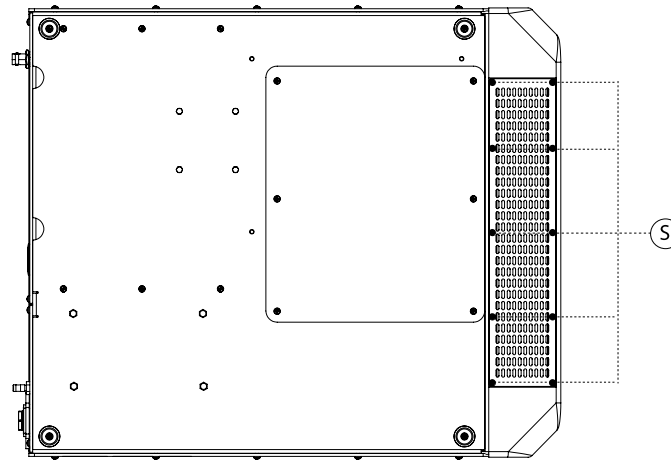

Figura 6: Tornillos del filtro de polvo
4. Retire el soporte del filtro de polvo desenroscando los tornillos S (figura 6). Repita esta acción para todos los filtros de polvo del Module.
7. Vuelva a colocar el filtro de polvo en su soporte atornillando los tornillos S (figura 6). Repita esta acción para todos los filtros de polvo del Module.